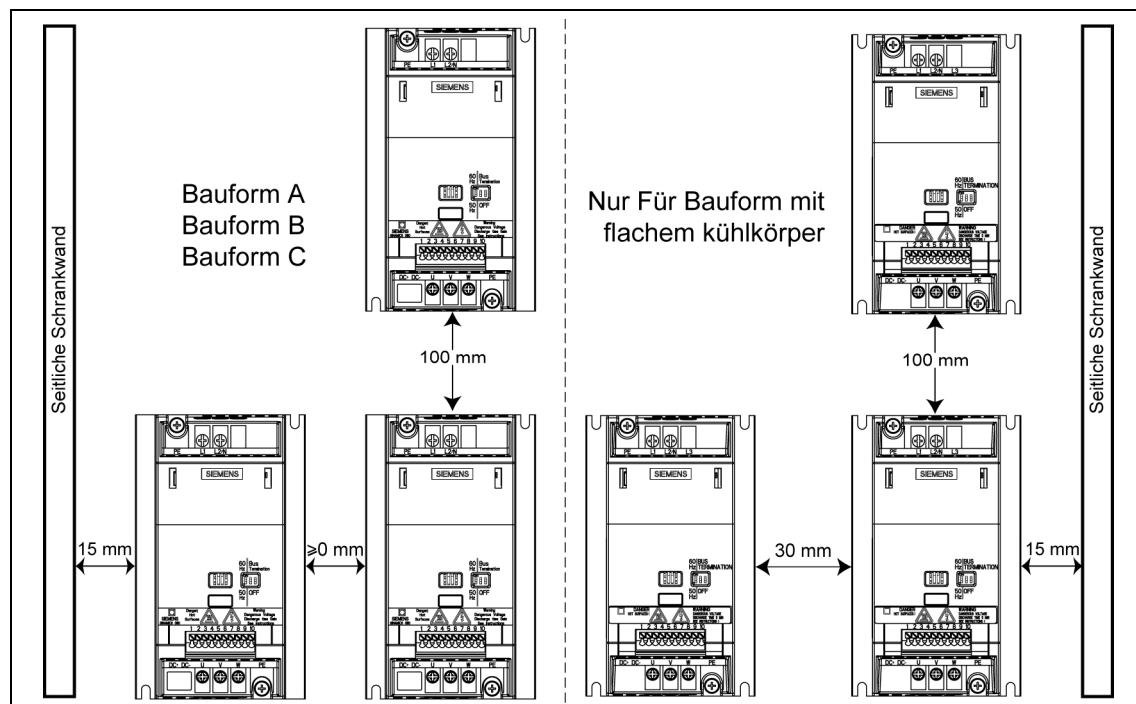

Bild 2-4 Montageabstände für den Aufbau mehrerer SINAMICS G110 Umrichter.
Stellen Sie sicher, dass die Kühlrippen des Umrichters weder abgedeckt noch verstopft sind. Die erforderlichen Montageabstände finden Sie in Bild 2-4, Seite 23.
- Für die Montage von mehreren Umrichtern nebeneinander müssen die erforderlichen Abstände unbedingt eingehalten werden (siehe Bild 2-4 Seite 23).